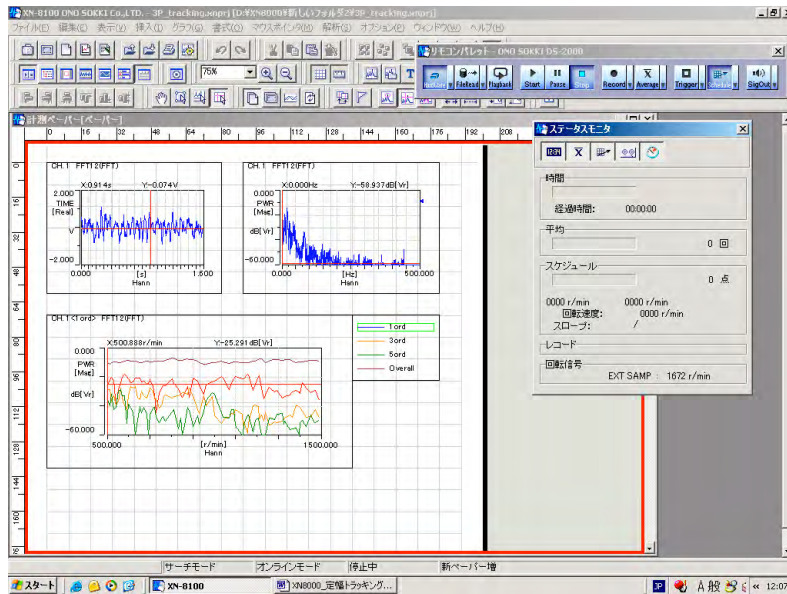

図 25
前回と同じ条件で試験をする場合、8-②で保存したプロジェクトを開きます（図 25）。
- ① 「ファイル → プロジェクトを開く」で8-②で保存したプロジェクトを開きます。計測ペーパーには前回の測定データが表示されていますが、計測を開始すると新しい測定データに変わります。
- ② 「5. 実際の測定を行う」「6. 測定を繰り返す」「7. データの保存と再生」を実行します。